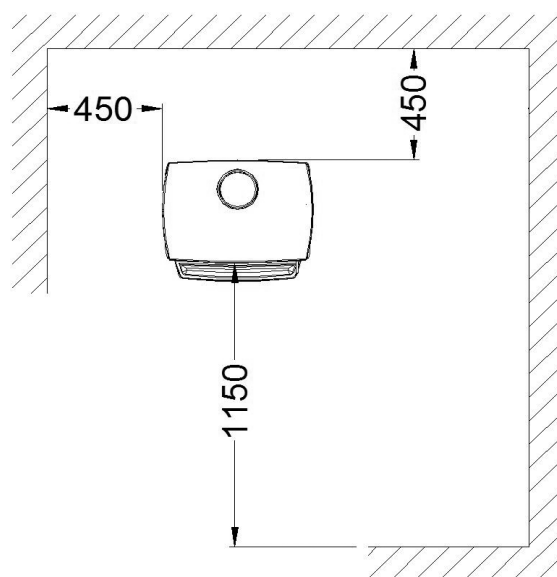

FIG. 6 - DISTÂNCIAS DE SEGURANÇA
- Quando colocar a estufa, respeite as distâncias de segurança necessárias, quer do forno, quer da chaminé, das superfícies combustíveis (paredes de madeira ou forradas, solo de madeira, etc.). Estas distâncias devem de ser respeitadas quando o recobrimento das paredes ou zonas próximas for suscetível de deterioro ou deformação pelo efeito das temperaturas (vernizes, tintas, P.V.C.. etc.). Fig. 6